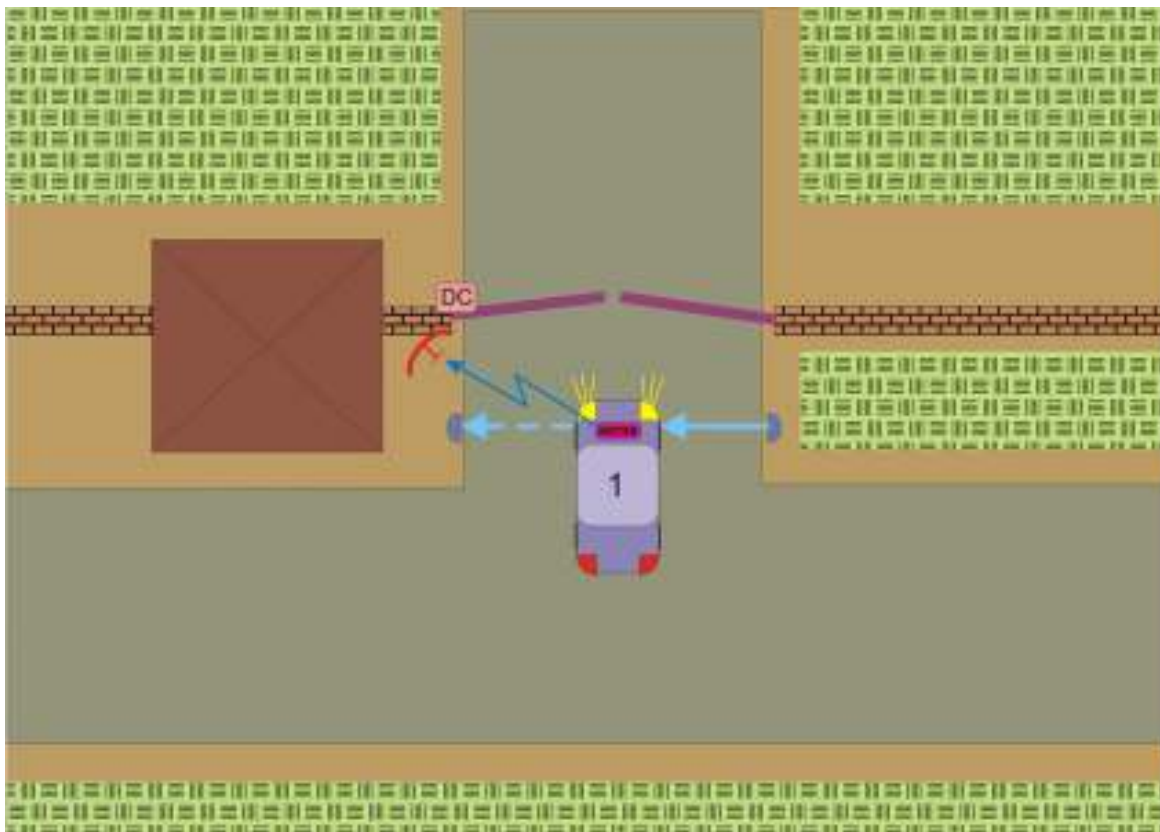

Рисунок 4. Система с датчиками автоматике ворот.
- Если автомобиль в створе датчика появился (рисунок 4), код метки передается контроллеру системы доступа, и считыватель ждет заданное время сигнала с датчика открывания ворот. Если датчик не сработал, значит метка не имеет по каким-то причинам права доступа на территорию, и система опять переходит в исходное состояние. Если датчик сработал, то считыватель ждет сигнала о закрытии ворот, либо истечения заданного времени, после чего опять переходит в исходное состояние.